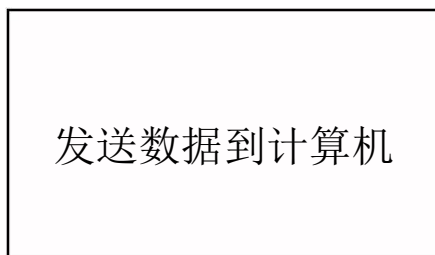

图 45
- c. 按↵键确认发送数据，屏幕显示：发送数据到计算机，发送完成有蜂鸣声提示，返回菜单状态，显示如图 45：